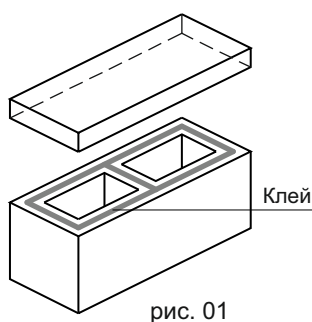
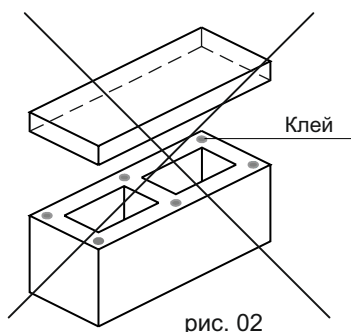
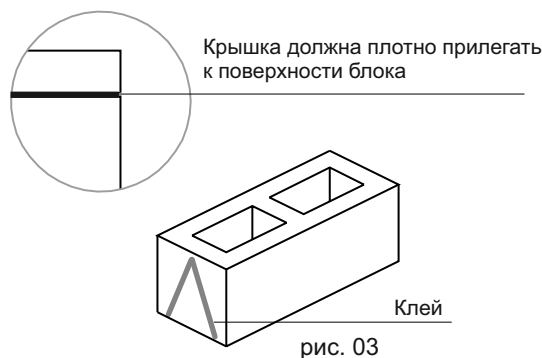

рис. 01
рис. 02
рис. 03
■ Обязательно нанести клей по всему периметру поверхности блока, чтобы не допустить протечки бетона наружу. Клей SOUDAL Flex ® следует распределять равномерно, линейно вдоль верхней поверхности стенок элемента (см. рис. 01) Недопустимо нанесение клея методом точек (см. рис. 02) Боковые (меньшие) стенки блоков должны быть соединены друг с другом с помощью клея SOUDAL Flex ®, линейно в форме перевернутой буквы V (см. рис. 03)